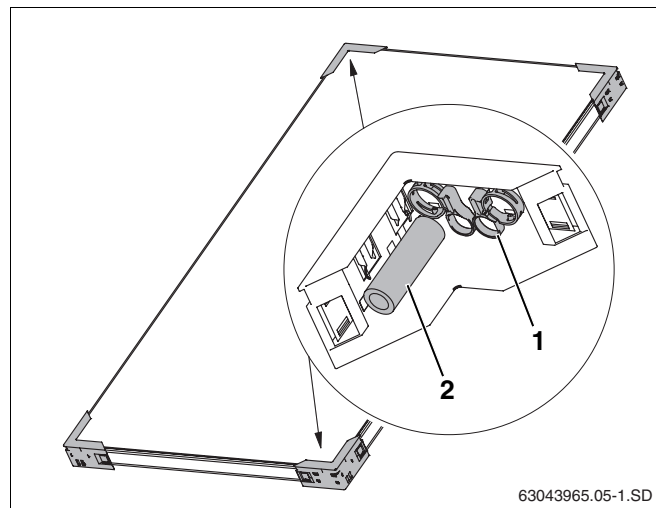

Рис. 4 Два транспортировочных уголка с одним соединительным комплектом
**Соединительный комплект между коллекторами, один на коллектор (в двух уголках, рис. 4)**